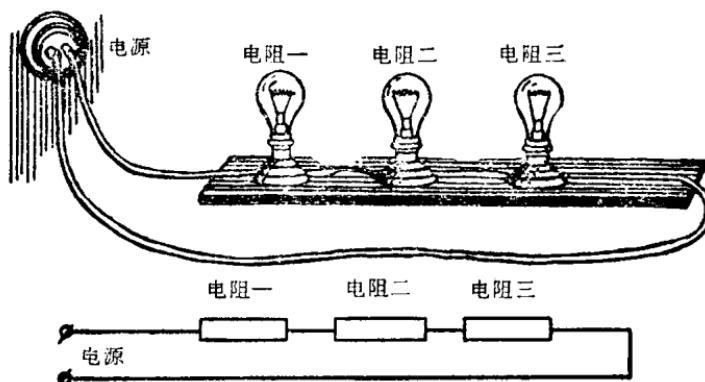

图 1—6 电灯电阻的串联（下图是接线图）
2. 电阻的串联 电阻的首、末端相接叫串联。图1—6所示是三个灯泡的串联。
3. 电阻的并联 电阻所有的首端与首端相接，末端与末端相接叫并联。如图1—7所示是三个灯泡的并联。